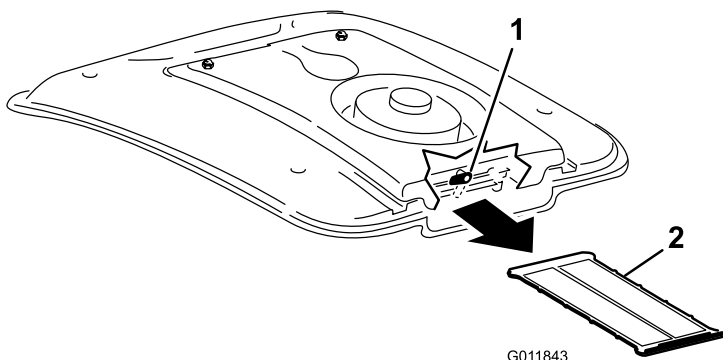

Bild 105
2. Drehen Sie den Riegel hinten an der Lüfterbefestigung zur Seite (Bild 105).
3. Schieben Sie das Klimaanlagengitter unter der Klimaanlagenspule heraus (Bild 105).
4. Reinigen Sie das Gitter gründlich mit Druckluft (Bild 105).